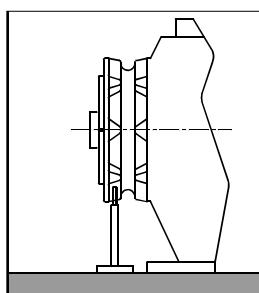

Fig. 1
2. En el caso de molinetes de eje horizontal (véase Fig. 1), practicar el agujero en la circunferencia externa del barbotén.